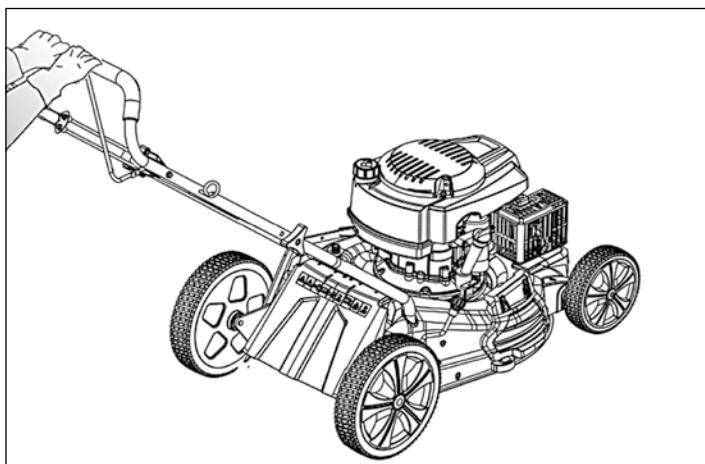

Рис. 11
7. В газонокосилках GLD-520SP-VE, GLD-460SP-VE и GLD-520SP-BS реализована функция передачи крутящего момента на колеса для облегчения процесса скашивания. Для включения привода колес зажмите нижний рычаг, не отпуская верхний рычаг привода ножа (рис. 11).